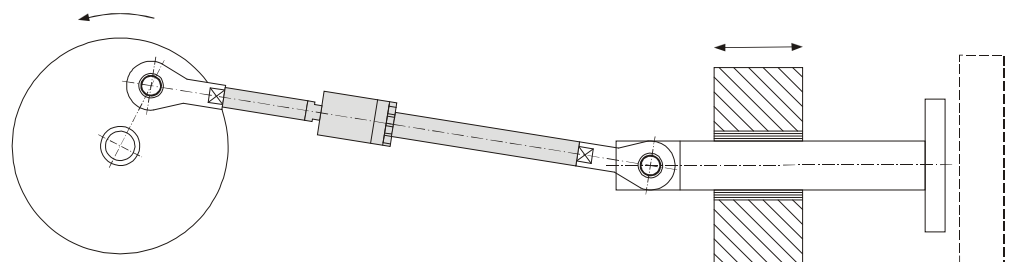

Рис. 2:
- Примеры применения (Рис. 2 и 3)